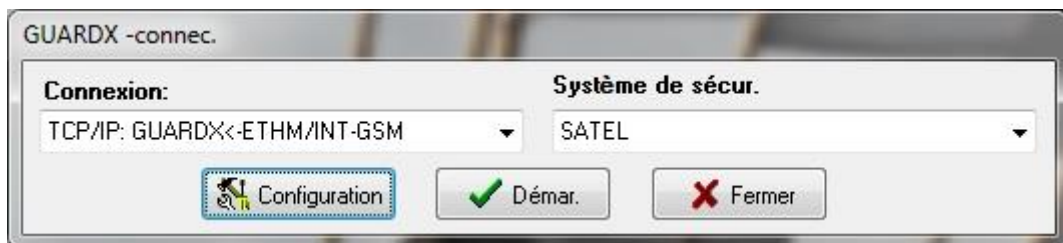

Fig. 20. Programme GUARDX : fenêtre de démarrage.
Pour configurer les paramètres liés à la communication avec le système d'alarme, cliquez sur le bouton « Configuration » dans la fenêtre de démarrage du programme GUARDX (Fig. 20).
1. Dans la fenêtre de démarrage (fig. 20), champ « Connexion », sélectionnez « TCP/IP : GUARDX<-ETHM/INT-GSM », ensuite cliquez sur le bouton « Démarrer ». La fenêtre informant que le programme est en attente de connexion s'affichera.
1. Dans la fenêtre de démarrage (fig. 20), champ « Connexion », sélectionnez « TCP/IP : serveur SATEL », ensuite cliquez sur le bouton « Démarrer ».